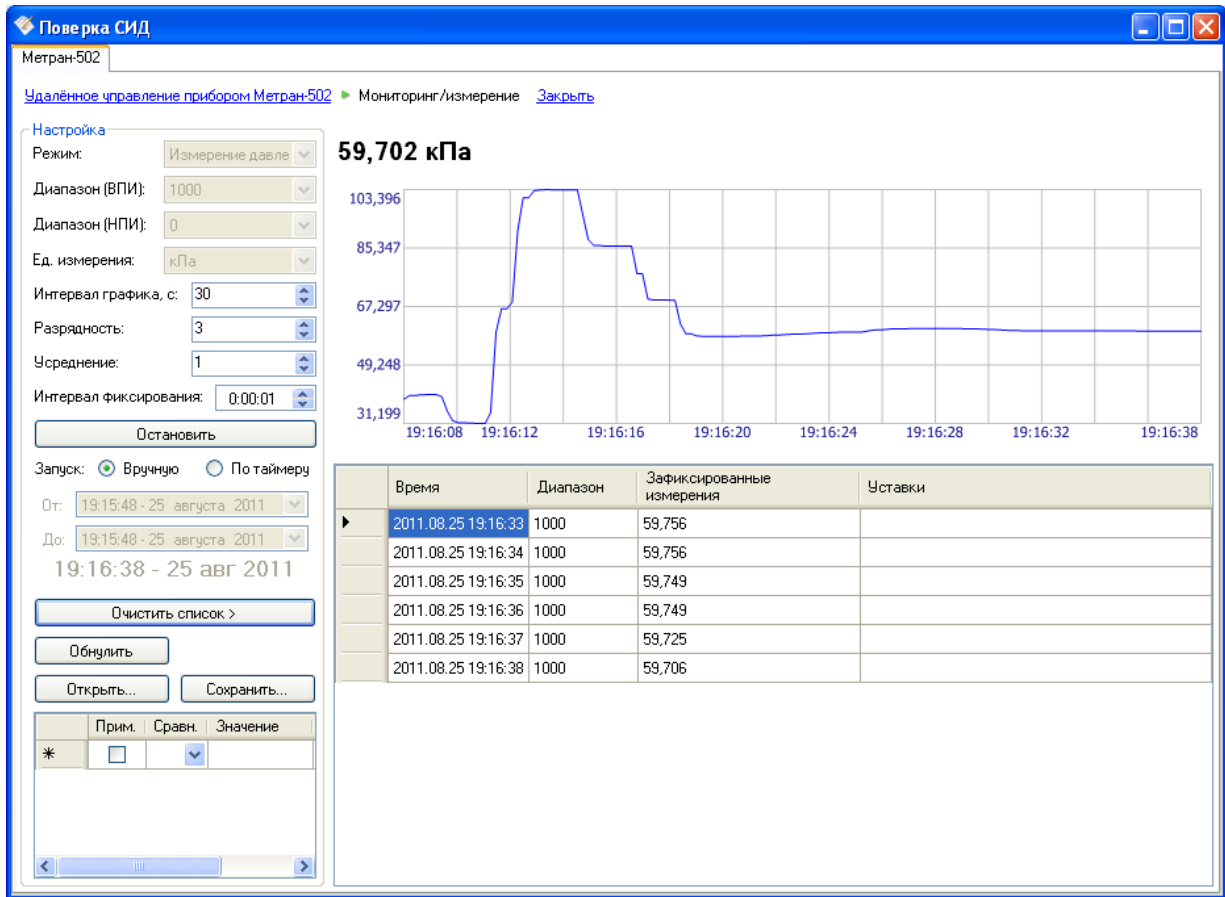

Рисунок 4.80 – Режим мониторинг/измерение
- Мониторинг/измерение (см. Рисунок 4.80);
В окне программы расположены следующие компоненты (см. Рисунок 4.80):